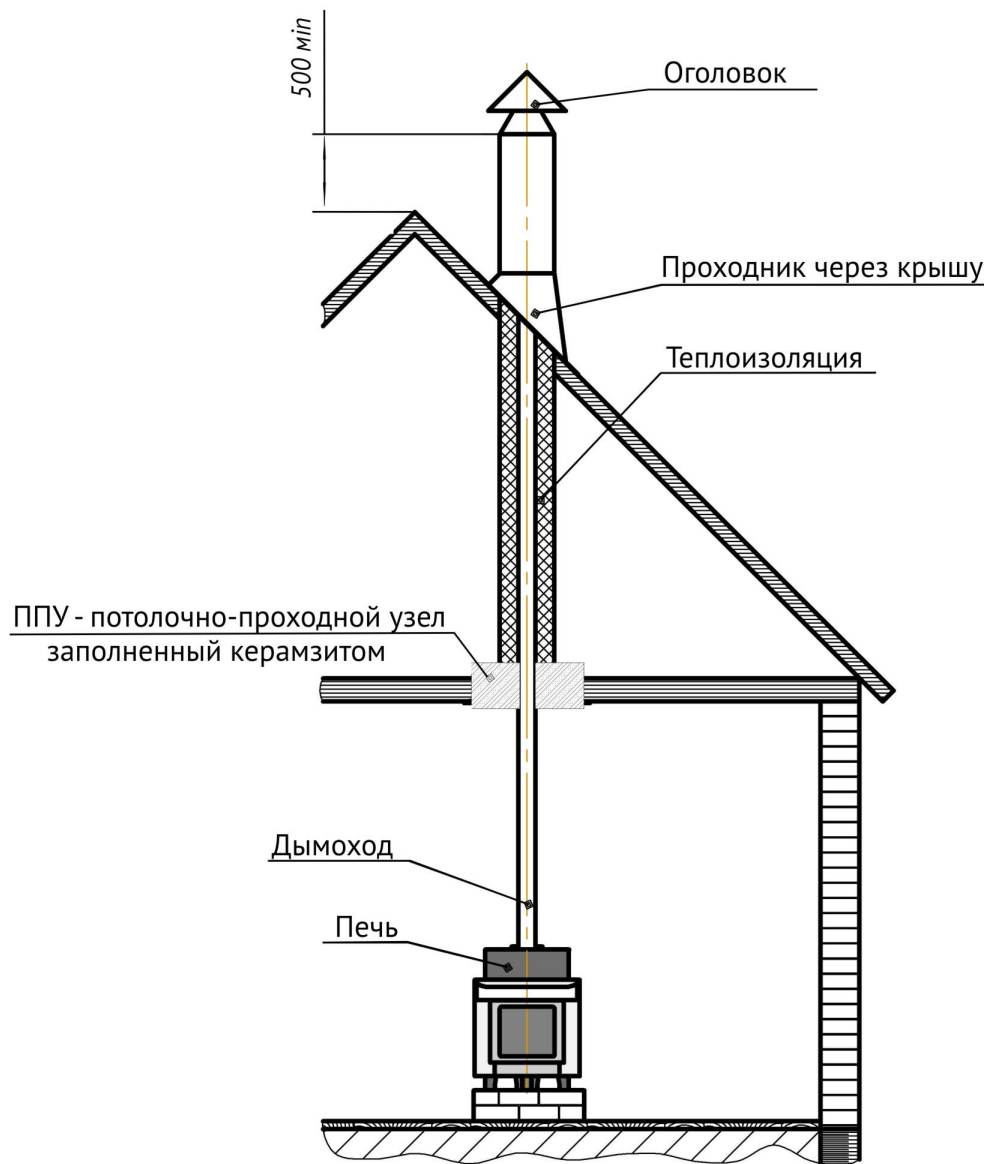

Рисунок 8.6. Монтаж дымового канала.
- 8.6.4.** В потолке (рис. 8.6.) обязательно делается противопожарное отверстие под размер внешнего диаметра потолочно-проходного устройства. Снизу противопожарное отверстие закрывается металлическим листом. Пространство в потолке между трубой и отверстием заполняют противопожарной изоляцией, например, базальтовой ватой, керамзитом и т.п., и закрывают сверху металлическим листом.
- 8.6.5.** Металлический дымоход, вне зоны парной, (рис. 8.6.), должен иметь теплоизоляцию из негорючих материалов, толщиной не менее 50 мм, для предотвращения образования конденсата. При отсутствии в помещении бани капитального дымохода устанавливают сборный дымоход из металлических труб, опирающийся на потолочное перекрытие. Обязательно делается противопожарная разделка размером 600 мм на 600 мм. Трубы с изоляцией должны опираться на металлические уголки или швеллера, закреплённые на перекрытии. Снизу противопожарная разделка закрывается металлическим листом. Закрепленный ППУ (потолочно-проходной узел) необходимо заполнить негорючим материалом (керамзит).